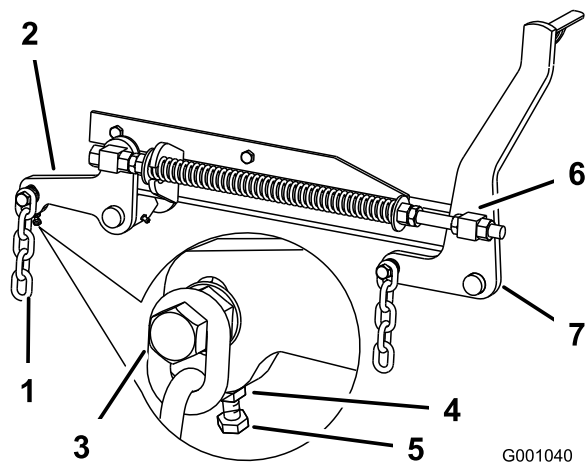

Figure 81
7. Si la distance mesurée au point **B** ou **C** n'est pas correcte, desserrez le boulon de fixation de la chaîne arrière au bras de support arrière (Figure 81).
8. Desserrez l'écrou de blocage sous le bras de support arrière et agissez sur le boulon de réglage de manière à obtenir une distance de 80 à 83 mm (Figure 81).
7. Desserrez d'environ 13 mm les écrous de blocage à l'avant des pivots avant gauche et droit (Figure 81).
8. Réglez les écrous de relevage sur les côtés gauche et droit de la machine de manière à abaisser l'avant de 6 à 10 mm au point **A** par rapport au point **B** à l'arrière (Figure 81).